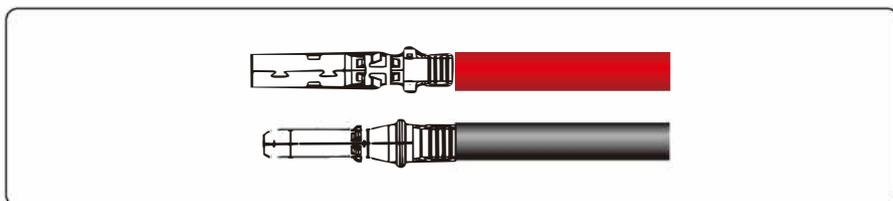

Figura 5.13 Crimpando um conector metálico
Passo 2 Insira as áreas expostas dos cabos de energia positivo e negativo nos terminais metálicos dos conectores positivo e negativo, respectivamente, e comprima-os usando um alicate de crimpagem, conforme mostrado na Figura 5.13.